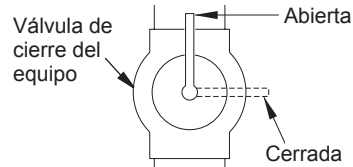

Figura 14 - Válvula de cierre del equipo
1. Cierre la válvula de cierre del equipo (consulte la figura 14).
1. Abra la válvula de cierre del equipo (consulte la figura 14).
3. Cierre la válvula de cierre del equipo (consulte la figura 14, en la página 13).